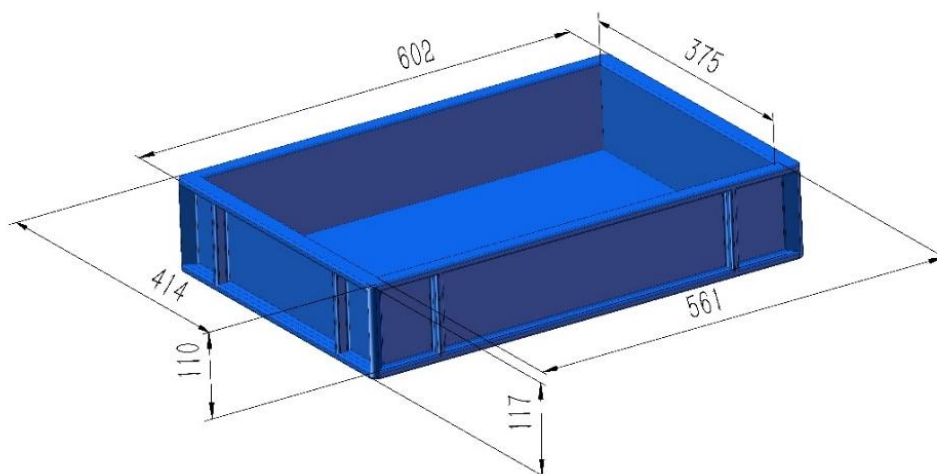

图 6 枯苗放置区
(4) 机器人需将筛选的枯苗(底座为边长 37mm, 棱长为 49mm 的粘土块) 放置在枯苗放置区(放置在长 700mm, 宽 500mm, 高 200mm 的垫高上) 摆好, 枯苗放置区如图 6 所示。